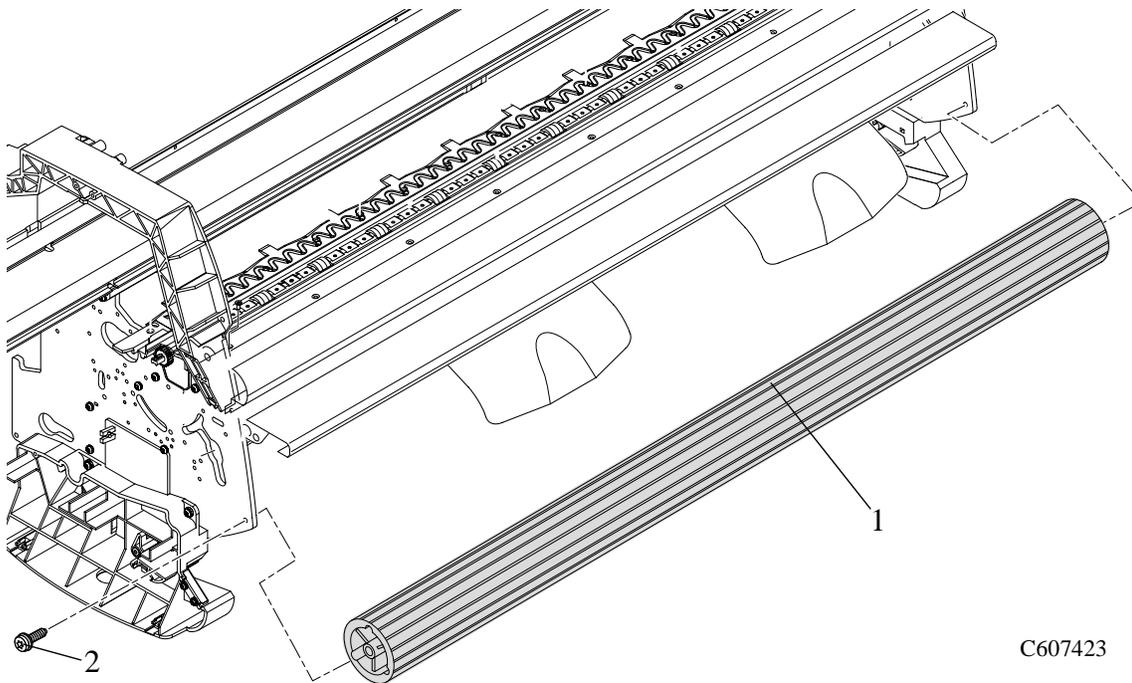
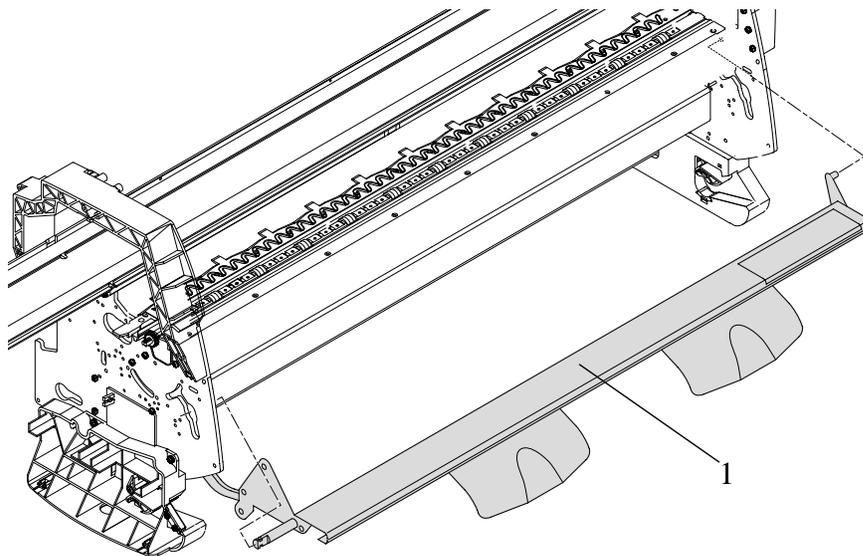

Figura 69: "Entry Roller"
Figura 71: "Paper Entry Assembly"
Consulte de la Figura 69 a la Figura 71.
2. Quite los tornillos T-15 (ítem 2) que sujetan el "entry roller" (ítem 1) al "chassis" del lado izquierdo (consulte la Figura 69). Primero jale hacia afuera el lado izquierdo del "entry Roller" y luego quítelo totalmente.
Para los pasos 4 y 5, consulte la Figura 71.